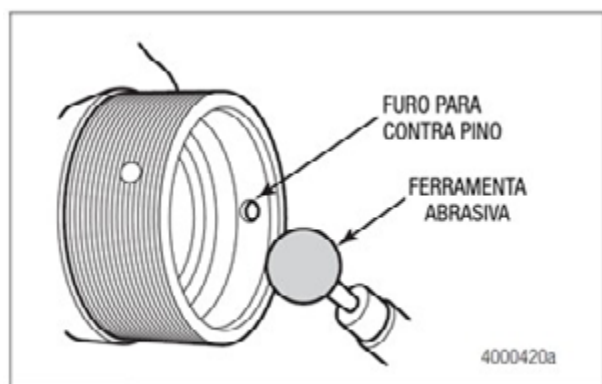

Figura 2.11
10. Obtido o diâmetro para a tampa de pressão, verificar a existência de cantos vivos ou rebarbas, que possam vir a prejudicar o "O" ring na montagem. Utilize uma ponta montada de pedra esmeril para a remoção. Figura 2.11.
- **Se a ponteira estiver equipada com furos para pinos de trava:** use uma ferramenta abrasiva redonda para remover todas as rebarbas de metal e bordas afiadas do lado do furo da ponteira, nos furos para pinos de trava. Figura 2.11.